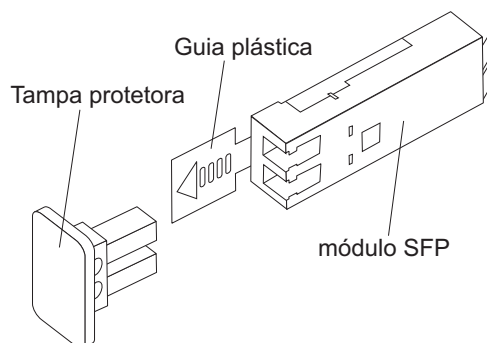

Figura 27. Instalando um Módulo SFP na Porta do Host
4. Insira o módulo SFP na porta do host até que se encaixe no lugar. Consulte a Figura 27.